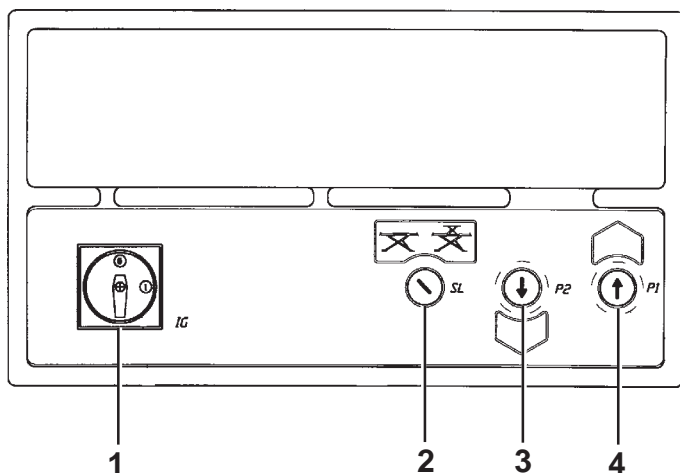

Fig. 31
Salita. (Rif. Fig.31) Interruttore generale (1) in posizione 1. Selettore (2): posizione 0 attivazione sollevatore principale. Selettore (2): posizione 1 attivazione sollevatore integrato. Premere il pulsante di salita (4) fino al raggiungimento dell'altezza voluta.
Up - (Ref. Fig. 31) Master switch (1) in position 1.
Heben. (Zu Abb. 31). Hauptschalter (1) in Schaltstellung "1" setzen.
Montée. (Réf. Fig. 31) Interrupteur principal (1) sur la position 1.
Subida. (Ref. Fig.31) Interruptor general (1) en posición 1.